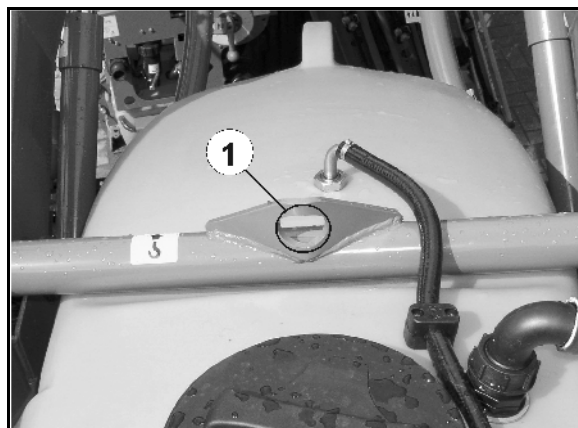

Рис. 5
На машине имеются 3 точки крепления (Рис. 5/1, Рис. 6/1, Рис. 7/1).
- 3000 кг сзади (Рис. 5)